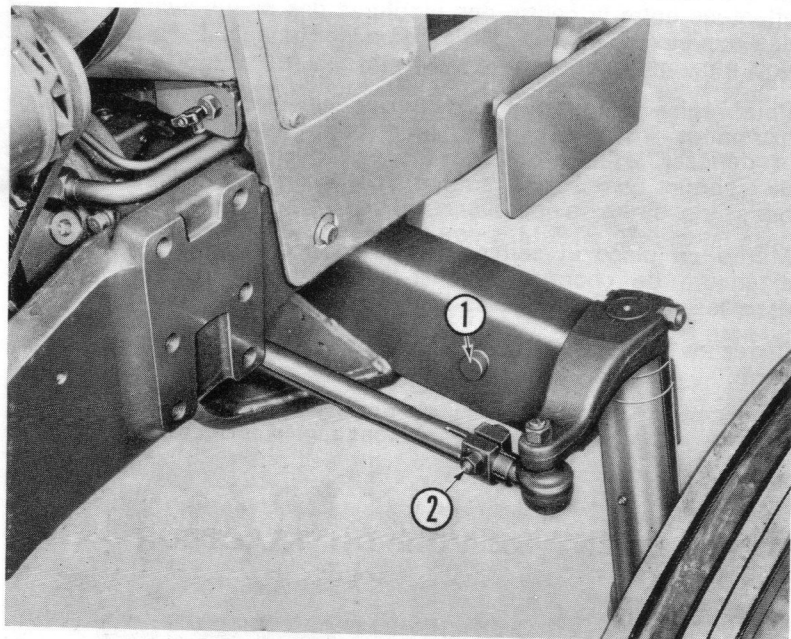

Fig. 71
2. Déposer les deux boulons 1 (fig. 71) des colliers de serrage des extrémités mobiles de l'essieu.
3. Déposer le boulon 2 (fig. 71) des barres de direction.